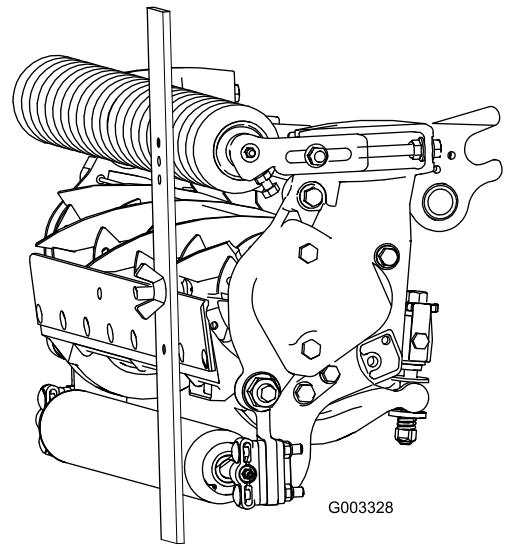

図 17
3. ゲージバーのネジ頭を下刃の切っ先に引っかけ、バーの後端を後ローラに当てがう (図 17)。
4. バーの前端がローラに当たるように、調整ネジで調整する (図 17)。ローラ全体が下刃と平行になるように、ローラの両側を均等に調節する。